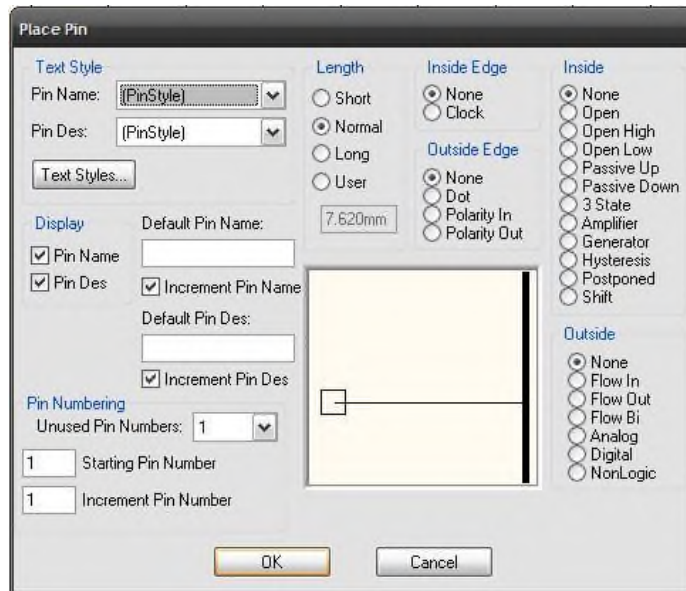

Рисунок 2.4 — Діалогове вікно Place Pin
- Виберіть команду **Place/Pin** . У діалоговому вікні, що з'явилося (рис.2.4), налаштуйте вигляд виводу.